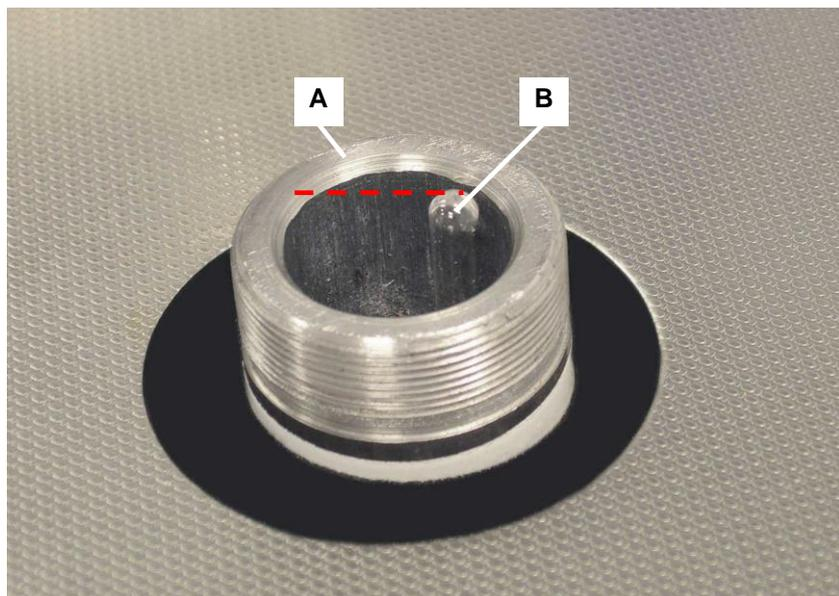

Bild 5.3. Einfüllrohr mit Glasschwimmer bei maximalem Füllstand
**Füllstände prüfen** Prüfen Sie vor Arbeitsbeginn den korrekten Füllstand des Elektrolyten (siehe auch Kap. 8.1.1. sowie Bild 5.3. in Kap. 5.3) und der Verdampferflüssigkeit (siehe auch Kap. 8.1.2.).